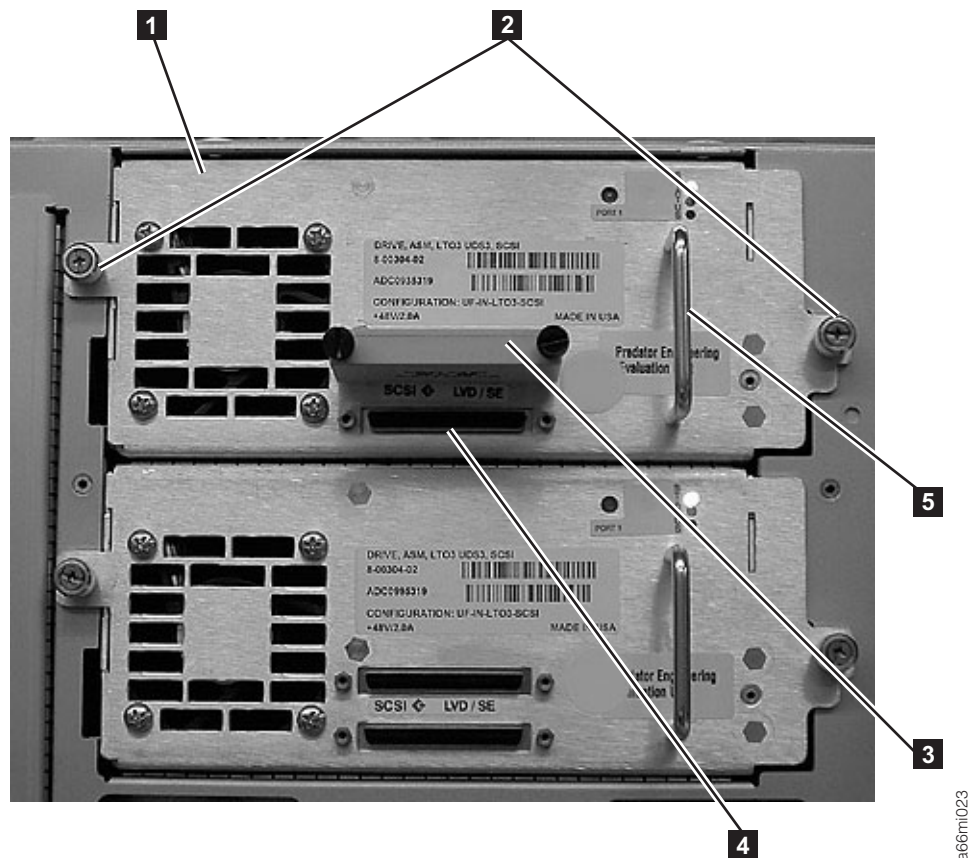

図 11-5. 2 台のドライブ・スレッドが取り付けられた制御モジュール
- b. ドライブ・スレッドが所定の位置 (11-8 ページの図 11-5 の **1**) に収まったら、つまみねじ (11-8 ページの図 11-5 の **2**) を時計回りに回して締め、ドライブをモジュールに固定します。
- c. ホスト・インターフェース・ケーブルをドライブに接続します。図 11-5 に示す構成例では、一番下の SCSI コネクタ (図 11-5 の **4**) がモジュールを
ホストにリンクするために使用され、SCSI バス・ターミネーターは一番上のコネクタ (11-8 ページの図 11-5 の **3**) に接続されています。
3. ドライブを固定している 2 本のつまみねじ (11-8 ページの図 11-5 の **2**) を反時計方向に回して緩めます。
4. ドライブをライブラリー・モジュールから引き出します。ハンドル (11-8 ページの図 11-5 の **5**) をつかみ、ドライブを下から支えながら、ゆっくり手前に引き出してください。
2. ドライブを固定している 2 本のつまみねじ (11-8 ページの図 11-5 の **2**) を時計回りに回して締めます。